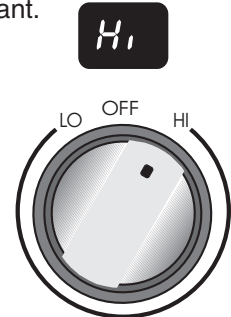

Fig. 3
2. Enfoncez et tournez le bouton de commande d'un côté ou de l'autre en vous référant à l'écran ESEC (Fig. 3) pour obtenir le réglage désiré. Tournez (sans l'enfoncer) le bouton de commande pour ajuster le réglage si désiré.